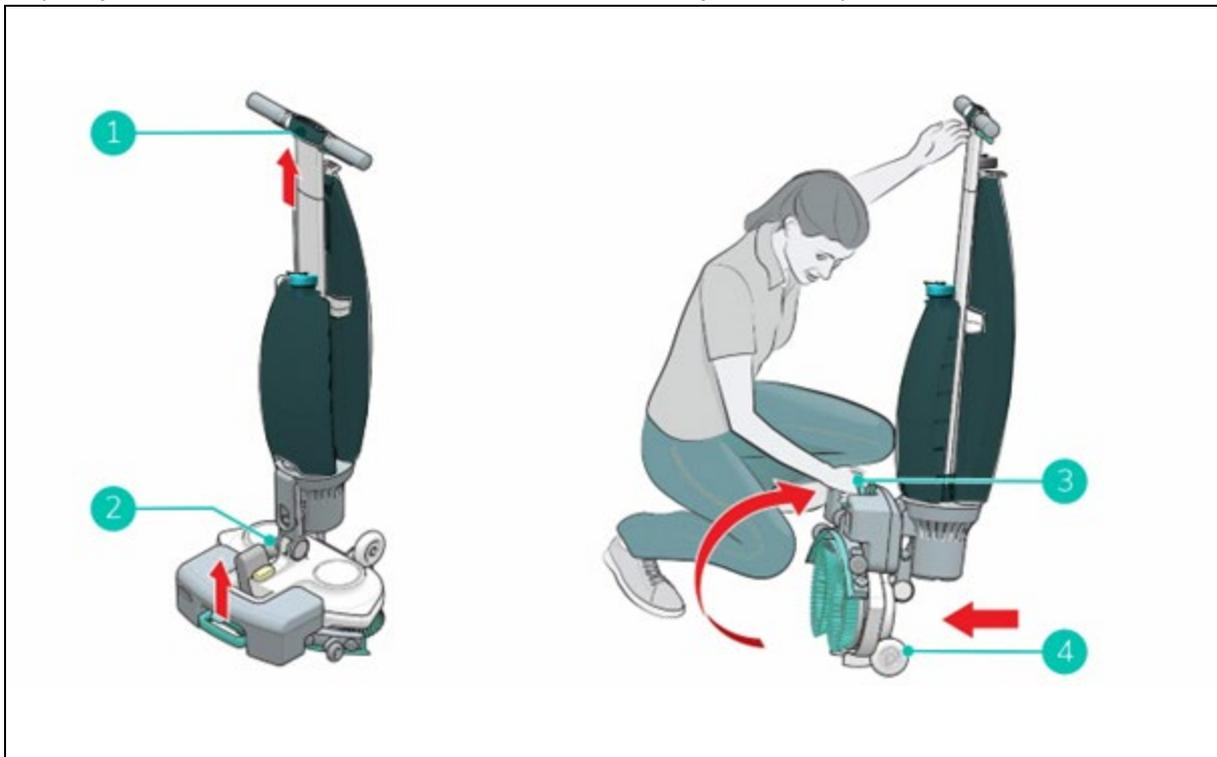

Figura 5
1. Certifique-se de que a mangueira de vácuo (Figura 5, pos 2) é empurrado para dentro da máquina para que não possa ser espremido.
2. Agache-se e segure a pega (Figura 5, pos 1) com uma mão enquanto segura a plataforma de lavagem (Figura 5, pos 3) com a outra mão.
3. Levantar lentamente a plataforma de lavagem até ficar na vertical sobre as rodas dianteiras (Figura 5, pos 4). Guie a carroçaria em direção à plataforma de lavagem até que esta encaixe numa posição de descanso.